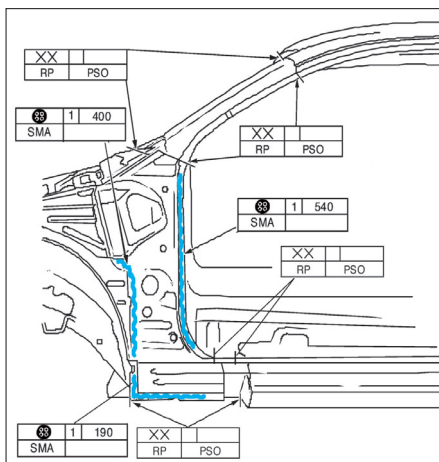

FIG. 34
- Préparer la partie arrière du montant A (fig. 34).